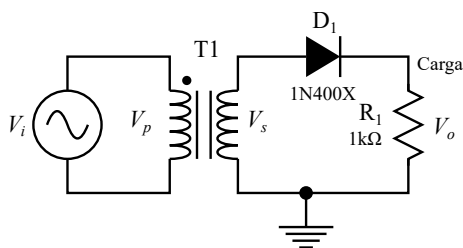

Fig. 2.1: Rectificar no controlado de media onda con un solo diodo.
1. Arme el circuito de la Fig. 2.1, aliméntalo con el transformador (deja el tap central sin conectar, teniendo cuidado de no hacer corto circuito).